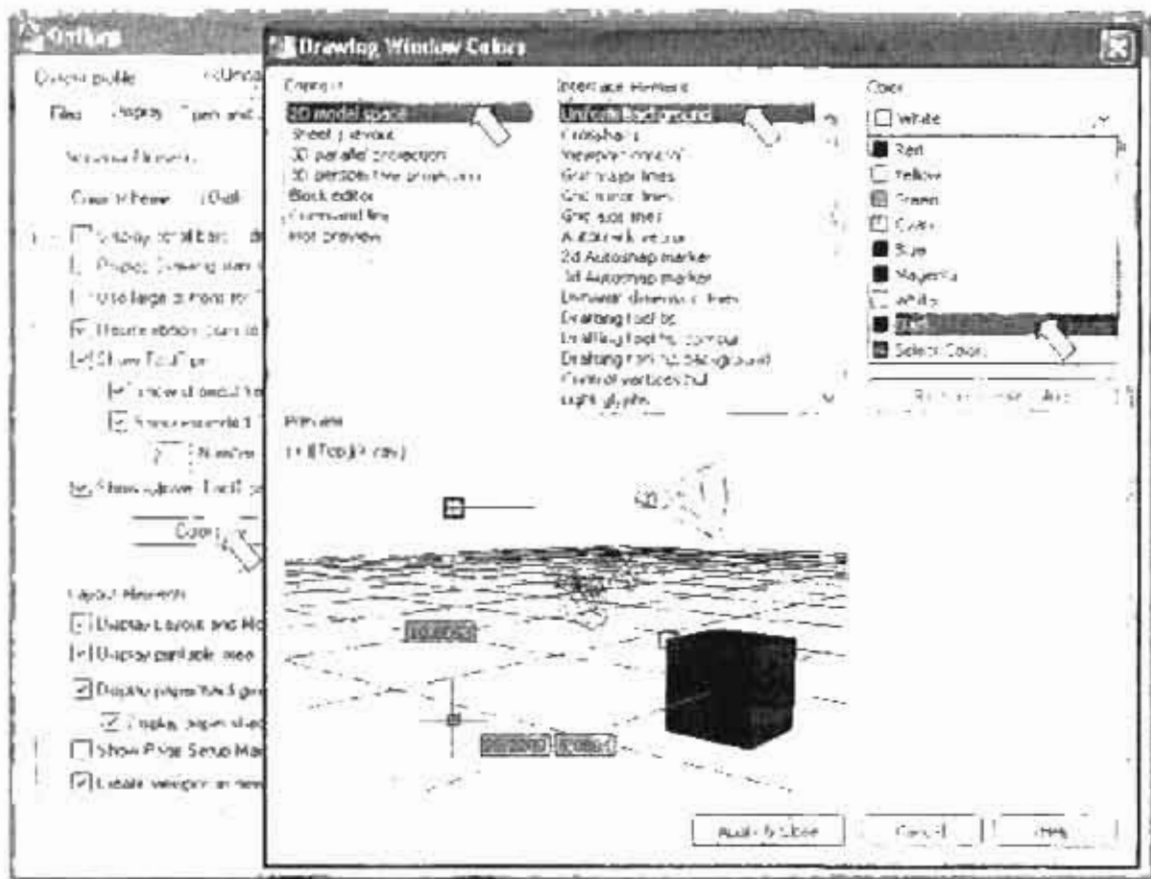

Рис. 1.30. Диалоговое окно для изменения цвета элементов окна программы
По умолчанию рабочее окно программы имеет белый цвет. Для изменения цвета окна на рекомендованный черный, нужно выбрать команду Options (Настройки) в командной строке внизу рабочего окна и на вкладке Display (Экран) щелкнуть на кнопке Colors (Цвета). Откроется диалоговое окно Drawing Window Color (Окно цветов чертежа) (рис. 1.30). В данном диалоговом окне можно установить цвет для каждого элемента экрана.
1. В списке **Context** (Контекст) выберите пункт **2D model space** (Пространство 2D модели) (см. рис. 1.30);